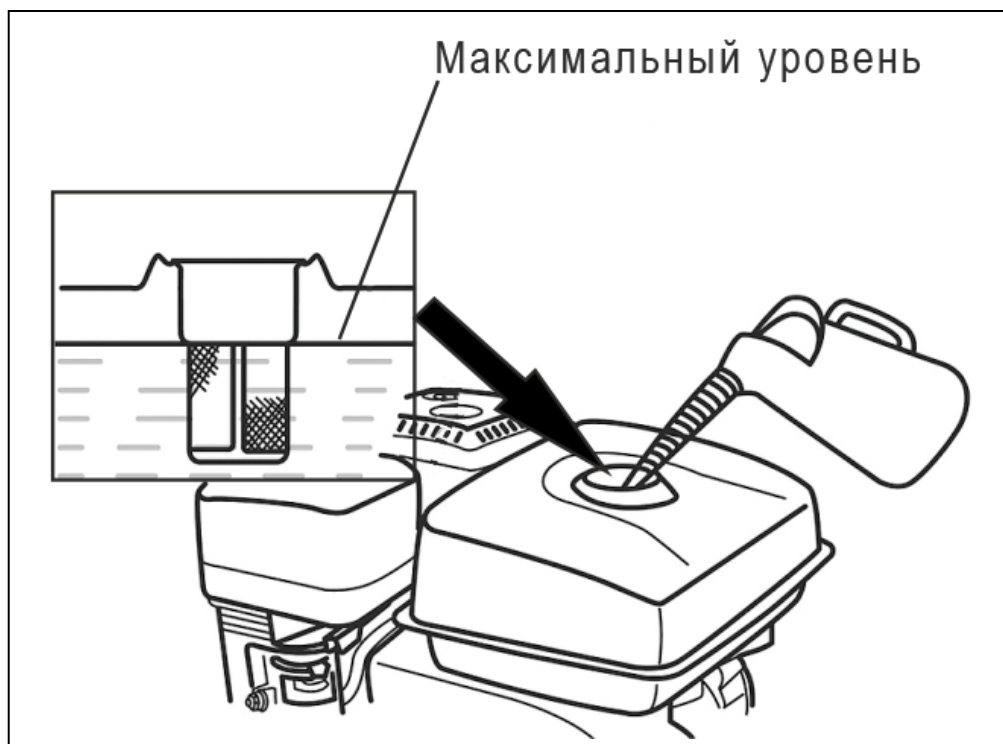

Рис.9. Максимальный уровень топлива в баке.
3. Залейте бензин в топливный бак при помощи специальной емкости до максимального уровня, как это показано на Рис. 9.